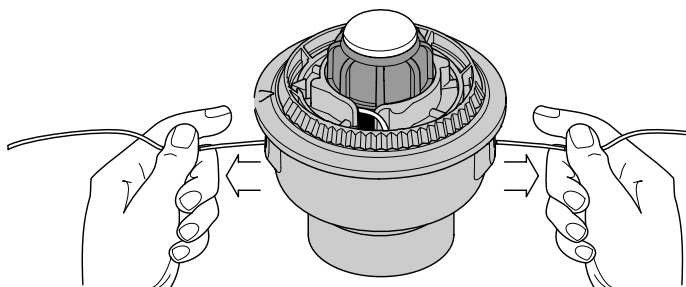

Fig. 41
9. Si le rembobinage du fil devient difficile ou si le fil se coince, tirez-en les extrémités de la bobine. Continuez de rembobiner le moulinet intérieur vers la gauche (Fig. 41).
4. Maintenez le moulinet intérieur et installez le bouton de butée, le ressort, et le joint en mousse en poussant le bouton de butée vers le bas et en le tournant à droite. Saisissez les extrémités et tirez fermement pour dégager le fil des fentes de retenue du moulinet intérieur (Fig. 41).